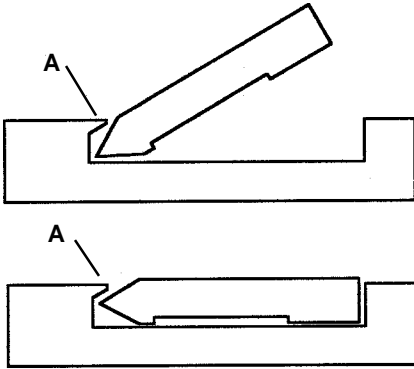

Abbildung 3
3. Halten Sie eine volle Ladung der Rahmennägeln mit der Kleberseite nach unten in einem Winkel und mit den scharfen Spitzen der Nägel unter der Lippe der Magazinnut, wie unter **A** in Abbildung 3 gezeigt.